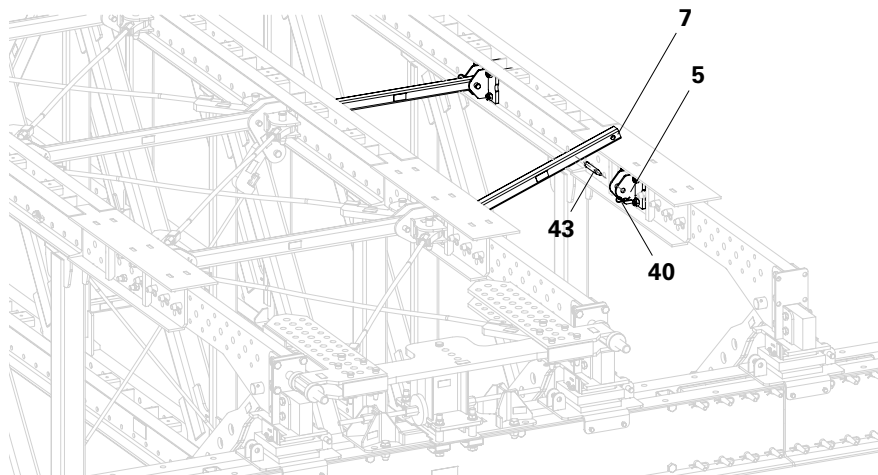

Fig. B3.01
1. Ruotare verso l'alto le aste di connessione (7). (Fig. B3.01)
2. Collegare tutte le aste di connessione (7) nel corrente superiore e inferiore con l'attacco di connessione (5).
3. Inserire il perno calibrato (43) e assicurarlo con l'inserto a molla (40).